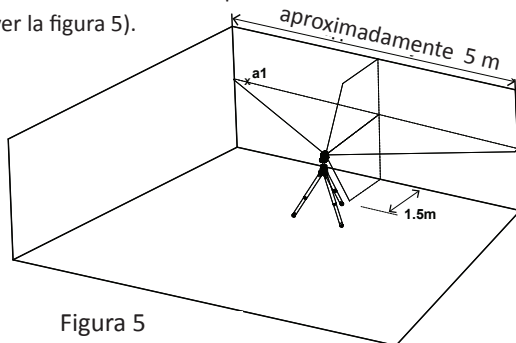

Figura 5
- 3) Marque el punto **a1** en la pared, en el medio de la línea horizontal en el borde izquierdo de la línea horizontal (ver la figura 5).